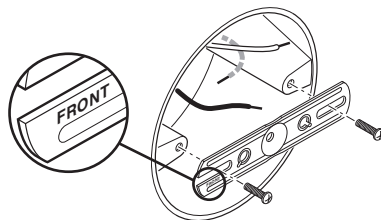

Figure 2
2. Installez le support de montage de sorte que le mot « FRONT » soit à l'opposé de la boîte de jonction (voir la Figure 2). Utilisez les vis du support de montage qui conviennent le mieux à la boîte de jonction.